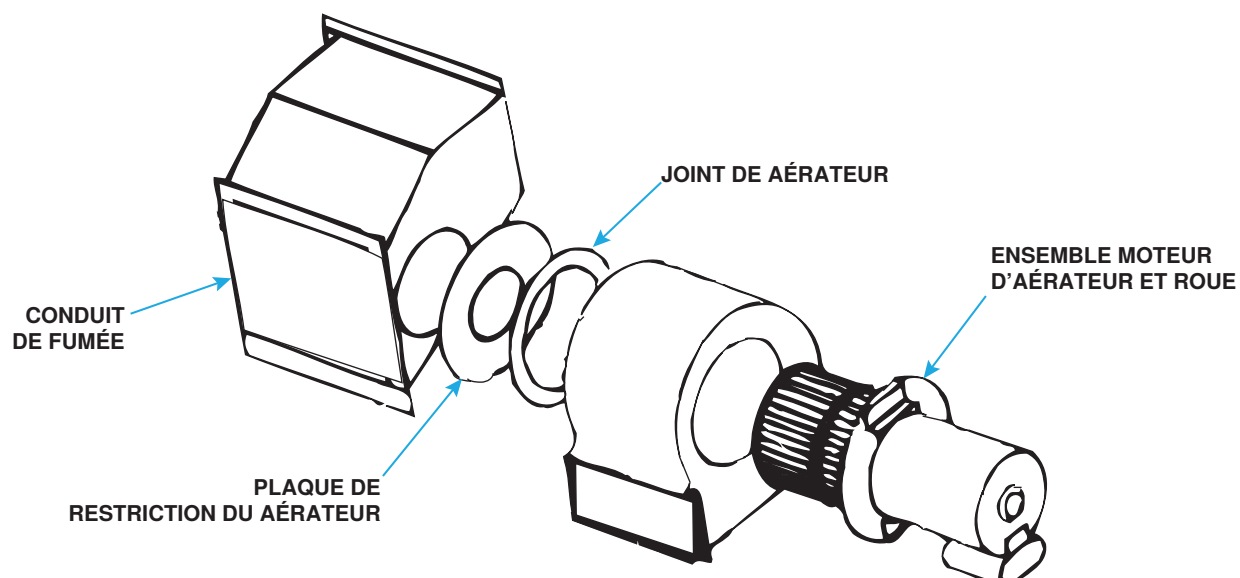

Figure 40. Emplacement de la plaque de restriction de aérateur et du joint
- a. Alignez la plaque de restriction d'aérateur de remplacement, le joint d'aérateur et le boîtier d'aérateur comme indiqué sur la **Figure 40** et fixez la plaque, le joint et le boîtier à l'ensemble du conduit de fumée à l'aide des trois vis retirées à l'étape 2b.
- b. Installez l'ensemble moteur d'aérateur et roue dans le boîtier d'aérateur tel qu'illustré à la **Figure 40** et fixez l'ensemble au boîtier à l'aide du matériel retiré à l'étape 2a.